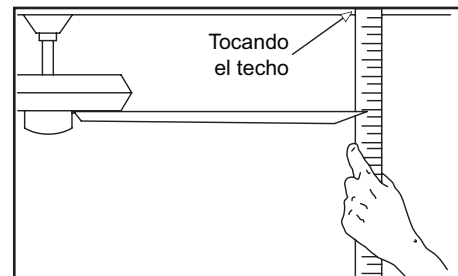

Figura 13
2. La mayoría de los problemas de oscilación del ventilador se deben a que las aspas no están al mismo nivel. Verifica este nivel seleccionando un punto en el techo sobre la punta de una de las aspas. Mide desde un punto en el centro de cada asa al punto en el techo. Mide esta distancia como se muestra en la Figura 13. Gira el ventilador hasta que la siguiente asa quede en posición para medir. Repite el procedimiento para cada asa. Las desviaciones de la medición no deben pasar de 3.2 mm. Deja que el ventilador funcione por 10 minutos.